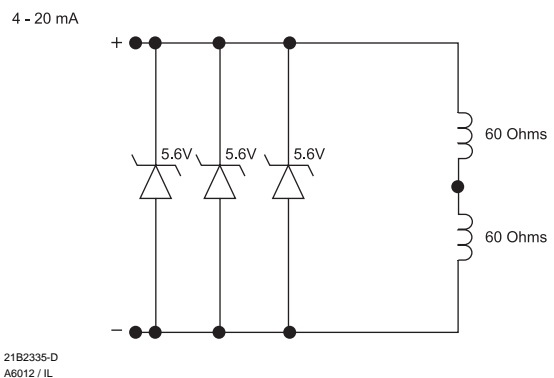

图 3. 等效电路
<p>可供配置 参考型号说明一节</p> <p>输入信号 对 3582 系列: 3 至 15psig(0.2 至 1.0bar), 6 至 30psig (0.4 至 2.0bar), 或 分程, 见表 1 仅对 3582i 型: 4-20mA 直流恒流源, 最大驱动电压 30Vdc, 可分 程使用, 见表 1</p> <p>等效电路 仅对 3582i 型: 120 欧姆, 用三个 5.6 伏齐纳二极管并联, 见图 3</p> <p>输出信号(1) 类型: 执行机构要求的气动压力, 最高可达气源压 力的 95%。 作用方向(1): 可在气动阀门定位器里面, 在现场进 行 正作用 反作用之间的调换</p> <p>气源压力(1) 建议值: 比执行机构所需气源压力高 5 psig(0.3 bar) 最大值: 50 psig(0.3 bar)或执行机构的额定值, 以 低者为准。</p> <p>最大输入波纹管压力额定值 35 psig(2.4 bar)</p> <p>最大稳态空气消耗量 对 3582 系列: 20 psig(1.4 bar)气源: 14.0 scfh(0.38 标准 m3/hr) 30 psig(2.0 bar)气源: 18.0 scfh(0.48 标准 m3/hr) 35 psig(2.4 bar)气源: 20.0 scfh(0.54 标准 m3/hr) 仅对 3582i 型: 20 psig(1.4 bar)气源: 17.2 scfh(0.42 标准 m3/hr) 30 psig(2.0 bar)气源: 21.0 scfh(0.53 标准 m3/hr) 35 psig(2.4 bar)气源: 24.0 scfh(0.59 标准 m3/hr)</p> <p>气源的最大要求(1)(2) 对 3582 和 3582i 型: 20 psig(1.4 bar)气源: 164.5 scfh(4.7 标准 m3/hr) 30 psig(2.0 bar)气源: 248.5 scfh(7.0 标准 m3/hr)</p>	<p>35 psig(2.4 bar)气源: 285.5 scfh(8.1 标准 m3/hr)</p> <p>性能 对 3582 系列: 独立线性度(1): 输出信号量程的 ± 1% 回差(1): 量程的 0.5% 对 3582i 型: 独立线性度(1): 输出信号量程的 ± 2% 回差(1): 量程的 0.6% 电磁干扰 (EMI)(1): 当按 IEC801-3(1984)标准条件 进行测试时, 在频率为 20-1000MHz 磁场强度为 30V/m 时, 稳态偏差小于 ± 1%。定位器被测试时 用一个罩子盖上, 且其外部接线通过硬金属导管。 3582i 系列和 3582i 型: 开环增益 (输出信号)(1): 3 至 15 psig(0.2 至 1.0 bar)范围时为 100 6 至 30 psig(0.4 至 2.0 bar)范围时为 55</p> <p>工况影响(1) 气源压力对 3582 系列单元的影响: 当气源压力每 改变 2 psig 时, 阀门行程的变化小于 0.25% (气源 改变 1 bar, 阀行程变化 1.67%) 气源压力对 3582i 型单元的影响: 当气源压力每改 变 2 psig 时, 阀门行程的变化小于 1.5% (气源改变 1 bar, 阀行程变化 3.62%)</p> <p>工作温度限制(1) 3582 系列和 3582i 型单元的标准结构: -50~71°C (-40~160°F) 3582NS 型单元: -50~82°C(-40~180°F)带 EPDM 聚合橡胶 高温结构(3) (仅对 3582 A 和 C 型) -18~104°C (0~220°F)</p> <p>电气等级 仅对 3582i 型 关于特定的认证, 可参考危险区域分类样本</p> <p>安装类别 仅对 3582i 型 NEMA 3 IEC 60529 IP54: 安装方向需要排气口位 置低于水平线</p>